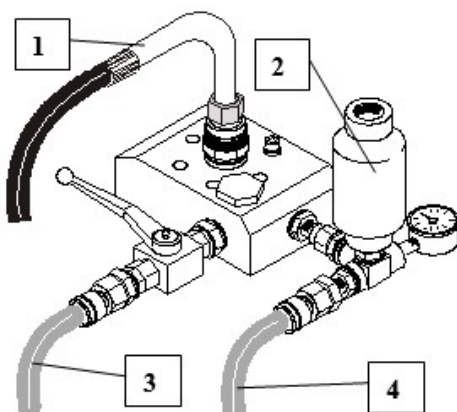

Fig.27
4) **Entfernen Sie NIEMALS** die Schläuche, wenn die Maschine läuft (Abb.27).